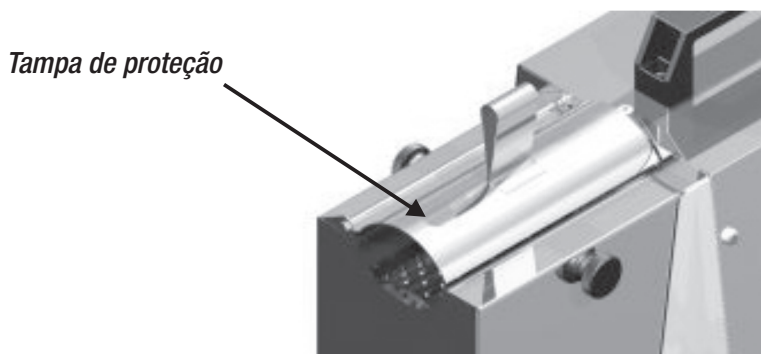

Figura 1
1.1.9 Mantenha a tampa de proteção fechada conforme figura 1 durante os intervalos de não uso.